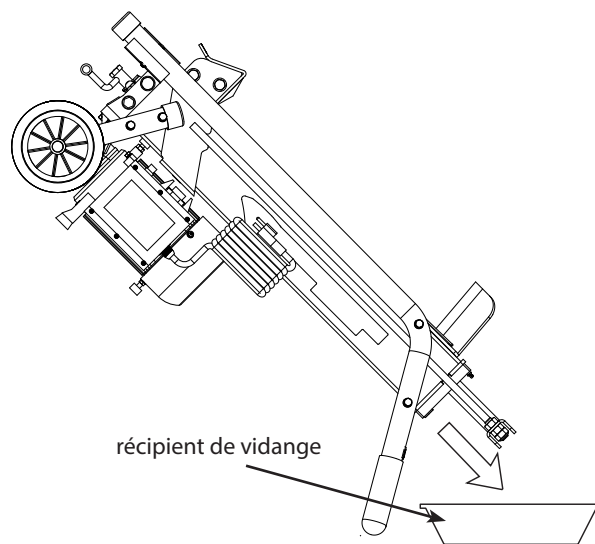

Figure 10
3. Basculer la fendeuse vers le côté des pieds d'appui au-dessus d'un récipient d'une capacité de 4 litres (1 gallon) ou plus pour vider le liquide hydraulique. **(VOIR FIGURE 10)**